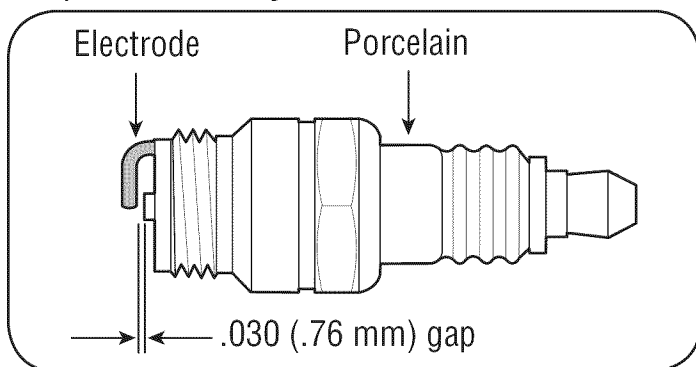

Figura 15
2. Retirar e inspeccionar la bujía. Brecha Asegúrese de que se ha fijado en .030 ". Ver Figura 15.